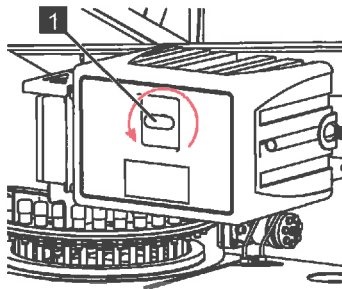

Abb. 214
2. Verriegelung (Abb.214/1) gegen den Uhrzeigersinn drehen.